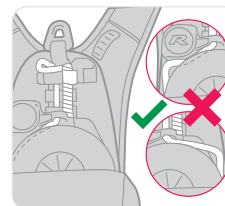

Figure 6
- Examinez la corde de descente pour vérifier l'absence de « jeu » entre le tambour et la crémaillère (voir Figure 6). Si la corde a du jeu, vous devez mettre le Latchways PRD descender device hors service et consulter MSA ou un représentant agréé.